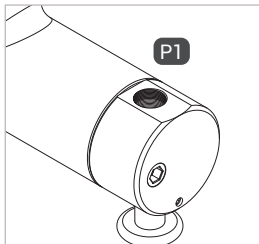
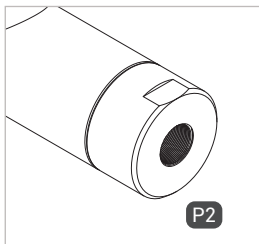

Figure 2
Figure 3
- ▶ Vissez hermétiquement le port de pression pilote « P1 » (*Figure 2*) et/ou « P2 » (*Figure 3*) avec l'embout de raccordement de la conduite de pression pilote. Couple de serrage du filetage dans la partie inférieure, voire le tableau *Page 19*.